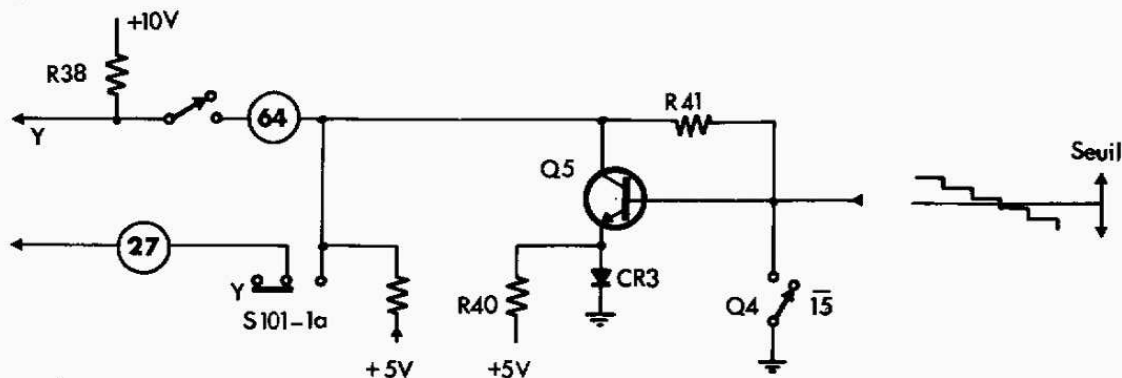

Fig 3-17
Le signal de luminance "Y" disponible aux bornes de R18 est retardé de 700 ns par DL1, afin de retrouver en sortie vidéo un signal luminance en phase avec le signal chroma. A la sortie de DL1, "Y" est amplifié par Q2 et Q3. Le niveau est réglable par R30. A l'aide de C3 qui bloque la composante continue on effectue par R36 et R34 le réglage de seuil du signal "Y" avant d'attaquer Q5, le transistor de sortie. D'autre part, ce transistor est commandé par Q4, qui fonctionne en interrupteur au rythme du signal de porte I5. Lorsque I5 est au niveau haut, Q4 conduit. Le niveau présent sur son collecteur à cet instant, a pour effet de bloquer Q5. Le signal de luminance est bloqué. Lorsque I5 est au niveau bas, Q4 est bloqué, Q5 conduit, assurant la transmission du signal "Y" vers l'étage final de sortie, (planche 8). Ce signal est disponible au plot (64), fig. 3.17.